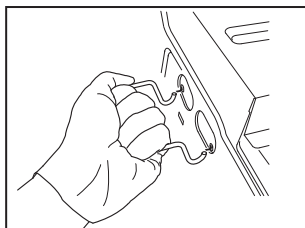

Fig. 1
1. Inserire la maniglia saldamente nei fori laterali (Fig. 1)